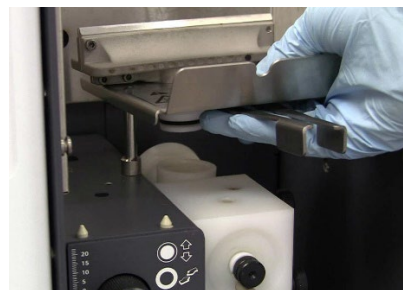

Figure 77. Abaissement du brûleur en position
- 4 Abaissez le brûleur de façon à ce que la clé de verrouillage de sécurité entre dans le guide du dispositif de réglage du brûleur et que le col du brûleur soit inséré dans le haut de la chambre de nébulisation. Voir la Figure 77 ci-dessus.